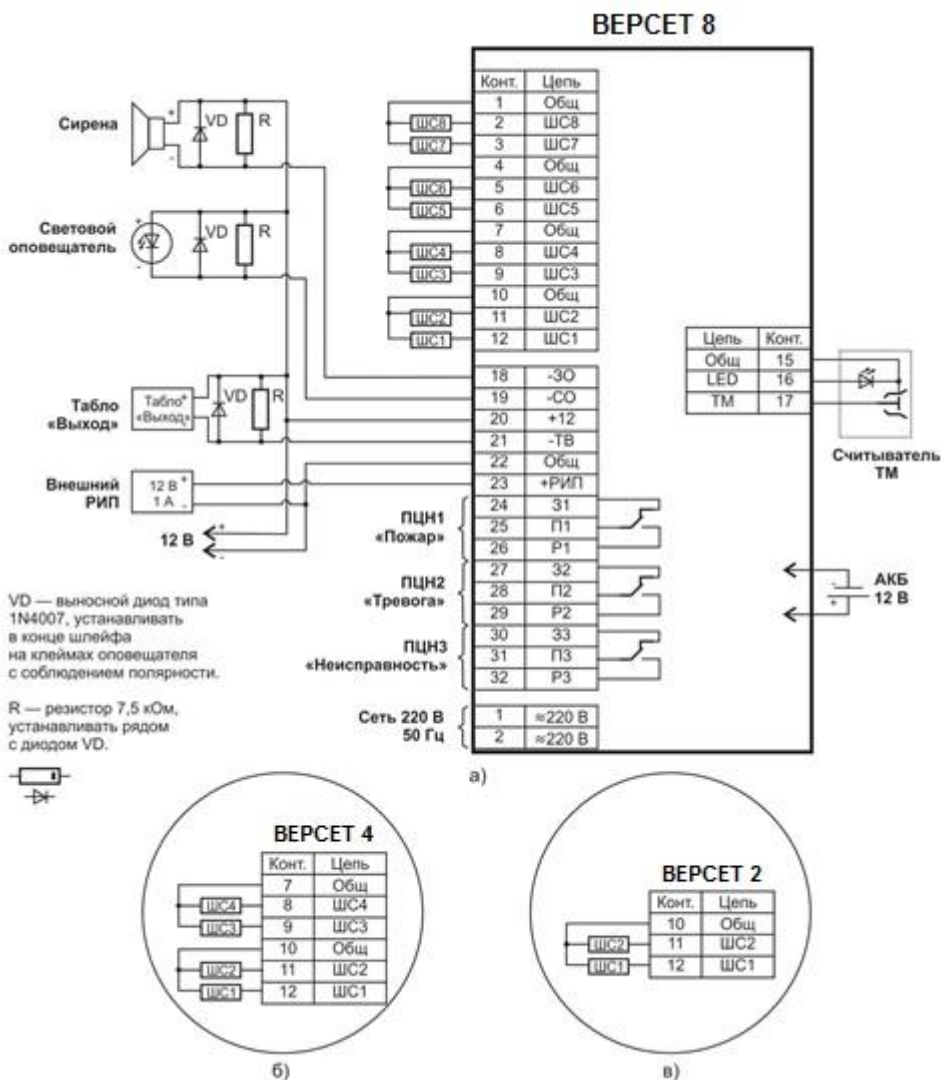

Рис.2. Схемы внешних соединений приборов:
Монтаж шлейфов сигнализации производится следующим образом: шлейфы сигнализации с установленными в них выносными резисторами и извещателями и датчиками подключаются к соответствующим клеммам «1...12» и «⊥» (Рис.2, Рис.3 – Рис.8) .
Монтаж внешних устройств производится следующим образом (Рис.2, Рис.10):
***Неиспользуемые выходы «ЗО», «СО», «ТВ» должны быть зашунтированы диодами типа 1N4007 и резисторами 7,5 кОм (см. схему соединений Рис.2) для исключения извещений о неисправности соединительных линий внешних оповещателей, либо контроль цепей оповещателей должен быть отключен (см. код 7-2 таблицы 4).***
При использовании ключей ТМ, подключите внешний считыватель ключей ТМ к клеммам «ТМ, ⊥», светодиод ТМ подключите к клемме «LED» по схеме Рис.2.